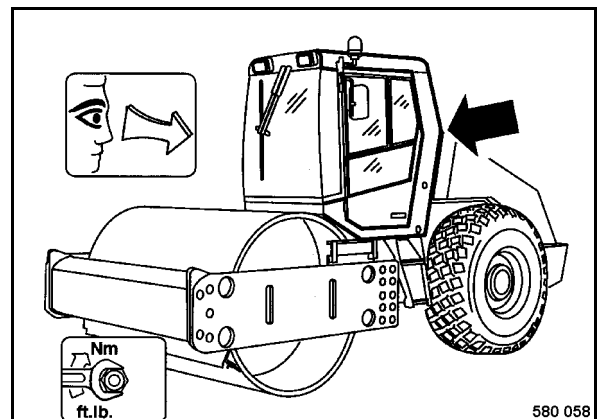

Fig. 173
- Comprobar la cabina, y especialmente la estructura del ROPS (Fig. 173) por grietas, corrosión, daños y piezas de fijación ausentes.